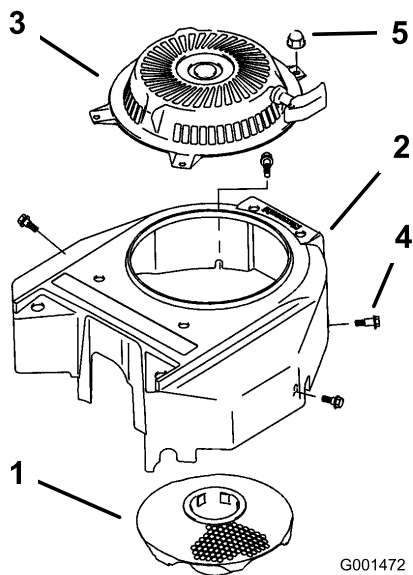

Figure 38
3. Déposez la grille d'entrée d'air, la poignée du lanceur et le carter du ventilateur (Figure 38).
5. Reposez la grille d'entrée d'air, la poignée du lanceur et le carter du ventilateur (Figure 38).